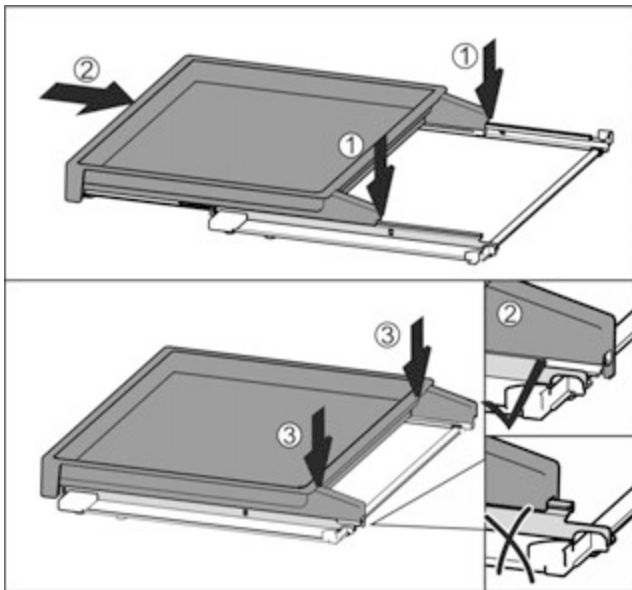

Fig. 97
- ▶ Встановіть по центру на рейки Fig. 97 (1).
- ▶ Повністю вставте витяжну панель Fig. 97 (2).
- ▶ Натиснути на задній бік, доки вона не зафіксується зі звуком Fig. 97 (3).